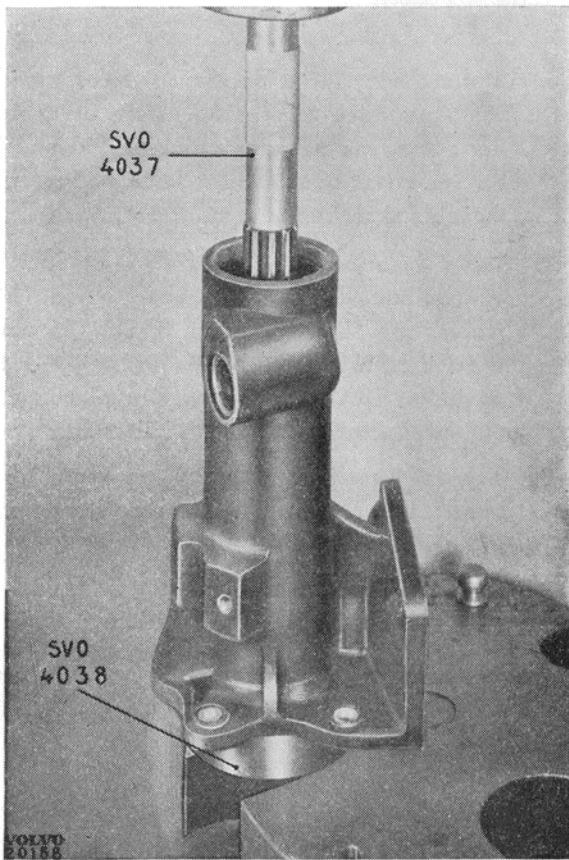

Bild 10.
2. Placera förlängningshalsen i en press och pressa ut axeln. Använd verktyg SVO 4037 och SVO 4038, bild 10.